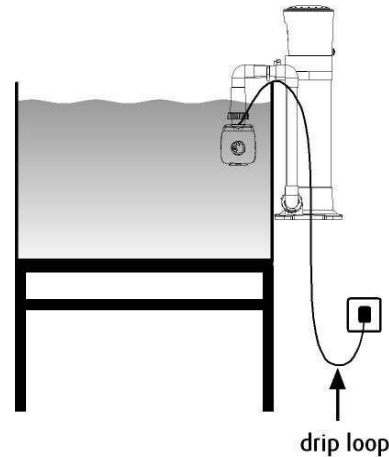

図 5: ドリップループ
- b. 電源プラグやコンセントが濡れる可能性を避けて下さい。コンセントまたはプラグに水が滴らないように、水槽と水槽台はコンセントが付いている壁と離して設置して下さい。コンセントに接続している水槽器具のすべてのコードに、図 5 に示す「ドリップループ」を施して下さい。「ドリップループ」とは、コンセントまたはプラグの位置よりも下にあるコードの部分のことです。水がコードを伝わってコンセントに接触するのを防ぐためのもので、必要に応じて、延長コードを使って下さい。プラグやコンセントが濡